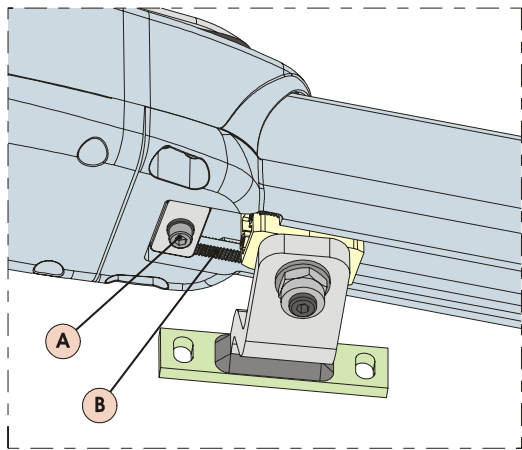

Fig. 17
- 3) Haal de bevestigingsschroef, fig. 17 ref. A los. Het is niet nodig de schroef helemaal te verwijderen.
LET OP: de mechanische aanslag werkt gekoppeld aan een tandsector, fig. 17 ref. B. Als er problemen zijn bij de verplaatsing, moet worden gecontroleerd of de aankoppeling in orde is. NIET FORCEREN.